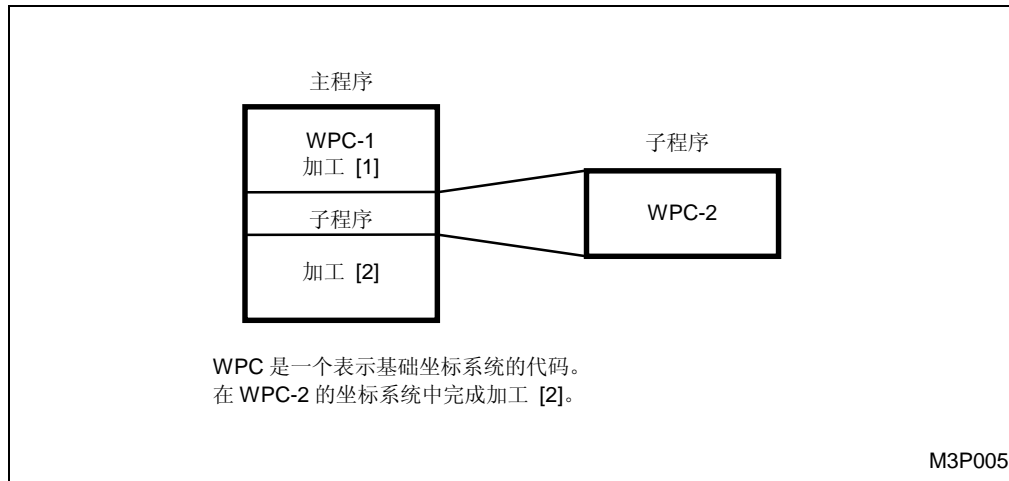

Fig. 2-5 执行完子程序后的基础坐标系统
- B. 当引入一个新的基础坐标系统时，辅助坐标系统就无效。在这种情况下，就呈现没有一个辅助坐标系统的状态。（如果在 Fig. 2-5 所示的子程序中规定了基础坐标系统，返回到主程序会产生主程序的辅助坐标系统无效的后果。）